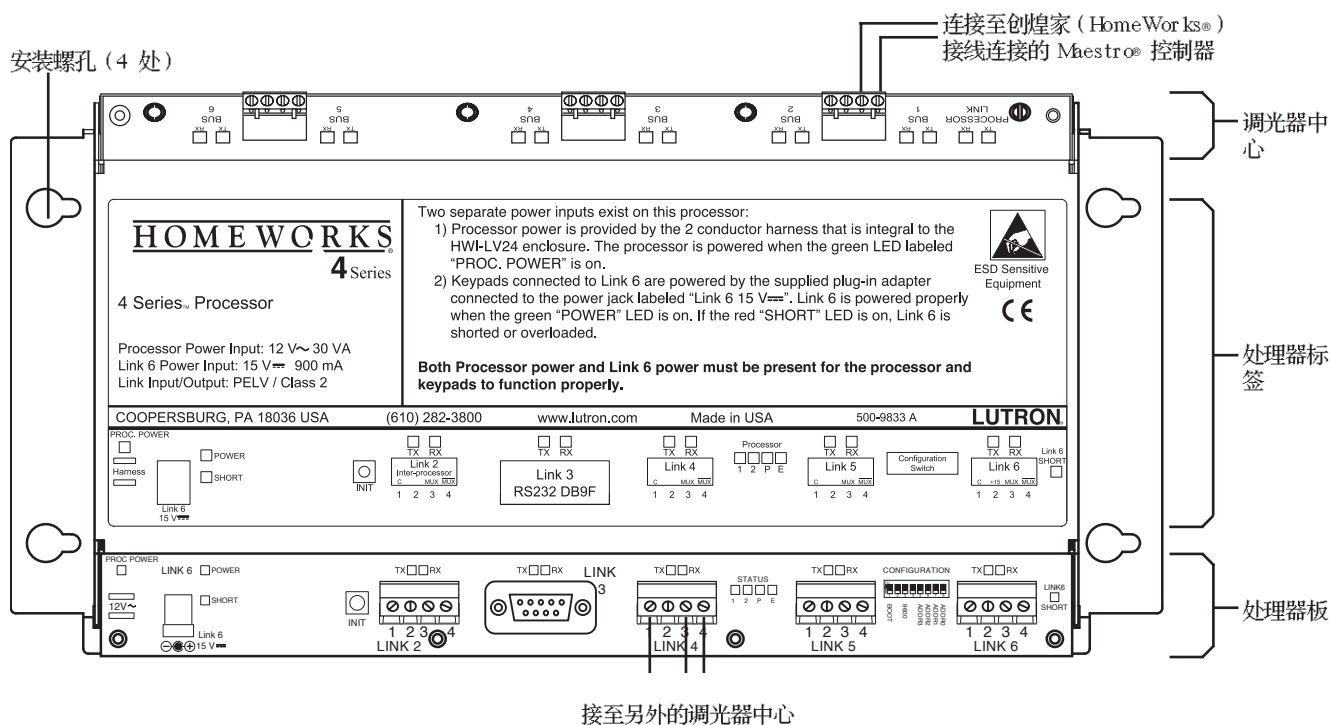

图 4 - 4 Series™ 处理器
4. 连接至创煌家（HomeWorks）照明控制器。将各调光器的通讯连线连接至出厂时安装的调光器中心上（参见第 31 页的图 4）。按照采用创煌家（HomeWorks）的应用软件所设定的总线排布连接总线。灰色和紫色连接线已在印刷电路板上标出。